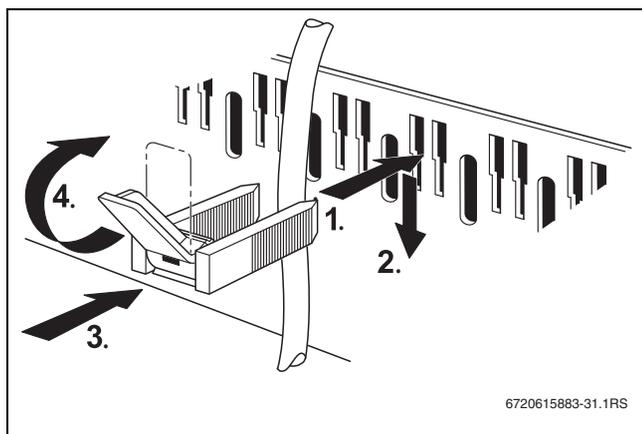

Bild 31 Kabel mit Kabelschelle sichern
- Kabelschelle mit eingelegter Leitung von oben in die Schlitz des Schellenrahmens einsetzen (→ Bild 31, Seite 32).